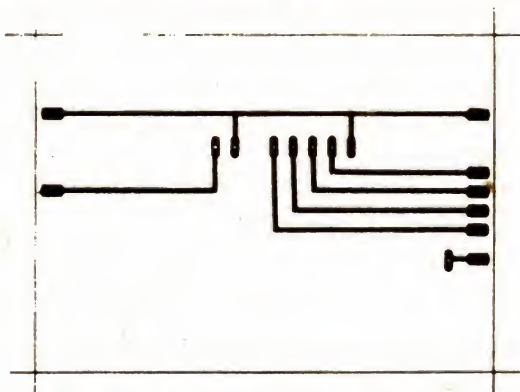

Fig. 5. – C.I. de l'afficheur LCD, recto.
– **Module d'affichage.** Voir figures 5 et 6. C'est un double face, époxy de 15/10, très difficile à réaliser à la main. Possible par reports directs de symboles genre Mecanorma. Disponible, comme tous les autres composants de cet appareil, chez Selectronic, 11,